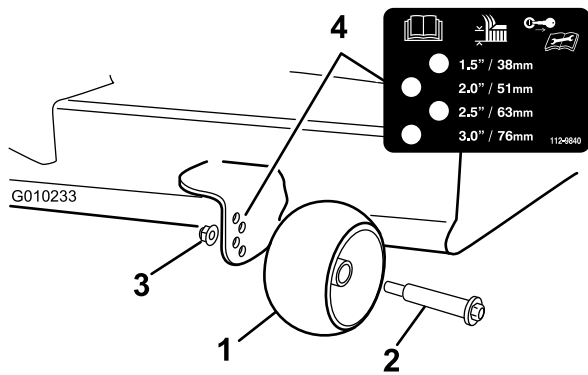
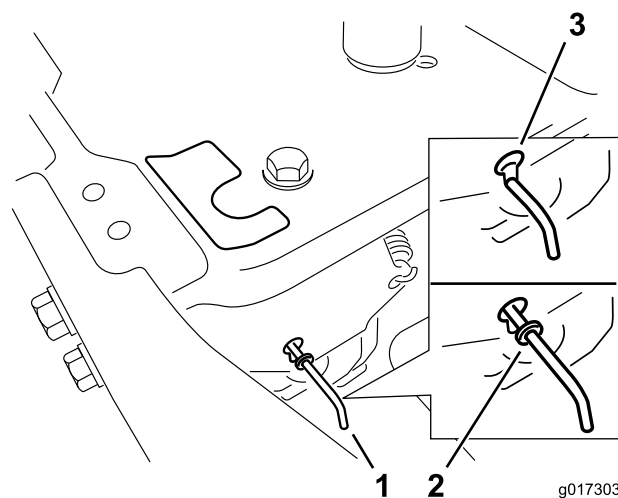

Bild 23
Bild 27
3. Stellen Sie die Antiskalpierrollen so ein, siehe Bild 23, dass sie der Schnitthöheneinstellung am besten entsprechen.
- Schieben Sie die Bypasshebel nach vorne durch das Schlüsselloch und nach unten, um sie zu arretieren, wie in Bild 23/Bild 27 dargestellt. Wiederholen Sie dies für jeden Hebel.
Schieben Sie die Bypasshebel nach hinten durch das Schlüsselloch und nach unten, um sie zu arretieren, wie in Bild 27 dargestellt. Wiederholen Sie dies für jeden Hebel.